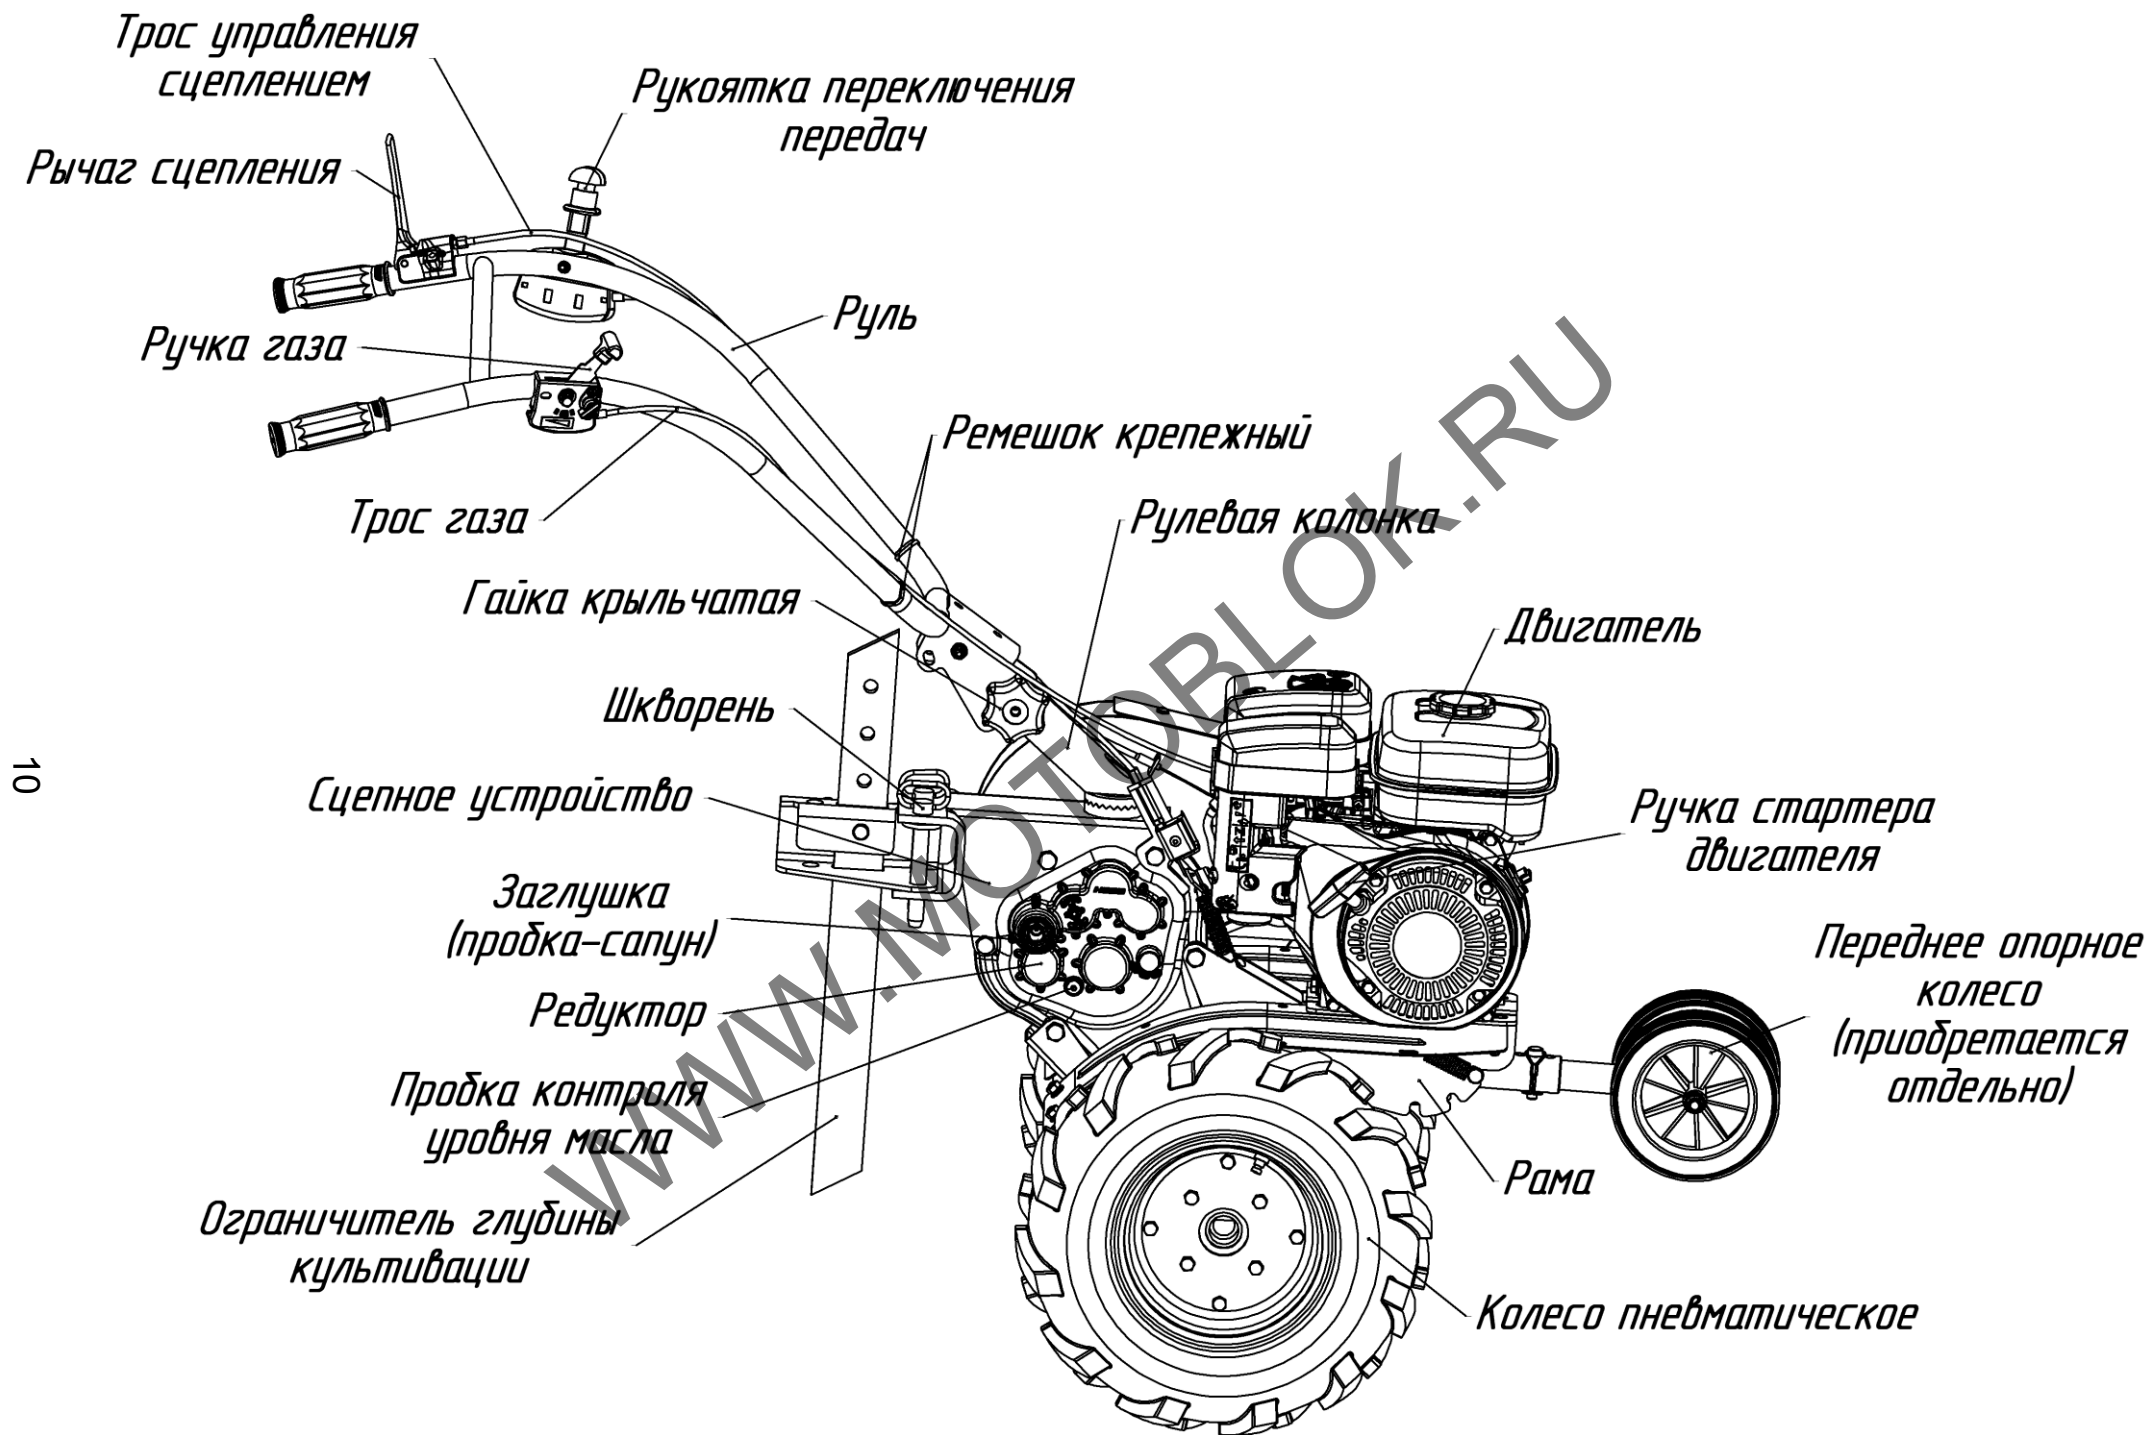
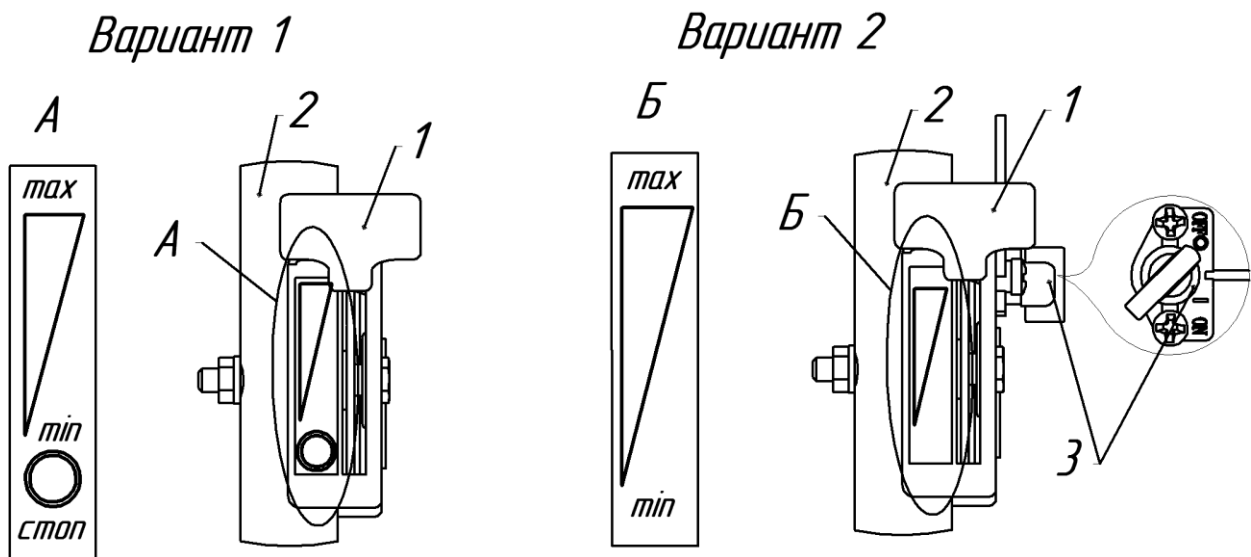

Рис.1 Мотоблок МБ Компакт. Общий вид (вид справа)
Рис.7 Дистанционное управление двигателем
МБ Компакт (рис.1, 2) – это одноосный универсальный силовой агрегат, предназначенный для работы как с устройствами, входящими в штатную комплектацию, так и с различными сменными орудиями, и состоящий из:
**Рычаг переключения передач** (рис.1, 5) – расположен на левой рукоятке руля.
Переключение передач производится перемещением рычага на руле (рис.1): две передачи вперед (1 и 2), одна – задний ход (R), промежуточные положения – нейтральные (N).
**Рукоятка сцепления** (рис.1, 6) – расположена на левой рукоятке руля, предназначена для включения/выключения сцепления.
**Ручка газа** (рис.1, рис.7) – расположена на правой рукоятке руля, предназначена для управления положением дроссельной заслонки двигателя и его остановки.
43. В аварийных ситуациях остановите двигатель при помощи аварийного останова на двигателе или на рычаге газа (рис.7, 8).
Отпустите рукоятку включения сцепления. Переведите ручку управления газом на руле в положение "СТОП" (см. рис.7, 8):